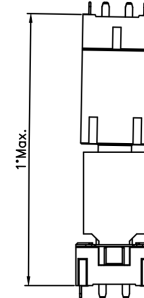

图 8/Fig.8
k.请在图 8 角度下进行拔出。
Please unmating below the angle of the figure 8.